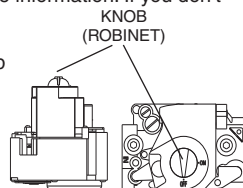

Figure 1
6. Move the gas control knob clockwise  to "OFF". (See Figure 1)
7. Wait five (5) minutes to clear out any gas. Then smell for gas, including near the floor. If you smell gas, STOP! Follow "B" in above information. If you don't smell gas, go to the next step.
8. Move the gas control knob counterclockwise  to "ON". (See Figure 1)
6. Faire tourner le robinet à gaz dans le sens des aiguilles d'une montre  pour l'amener sur la position OFF (Arrêt) (Voir Figure 1).
7. Attendre cinq (5) minutes pour s'assurer de la dissipation du gaz.
8. Faire tourner le robinet à gaz dans le sens inverse des aiguilles d'une montre  pour l'amener sur la position ON (Marche) (Voir Figure 1).